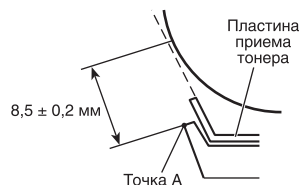
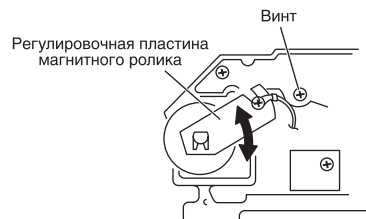

Рис. 7. Регулировка главного полюса магнитного ролика
Рис. 8. Отладка расположения регулировочной пластины
6. Убедитесь, что расстояние между отметкой и точкой (A) на скребке проявителя составляет $8,5 \pm 0,2$ мм, см. рис. 7. Если расстояние не равно $8,5 \pm 0,2$ мм, ослабьте крепежный винт регулировочной пластины магнитного ролика и отрегулируйте полюс перемещением пластины в направлении стрелок, см. рис. 8. Затем повторите операции 4...6, проверяя регулировку.